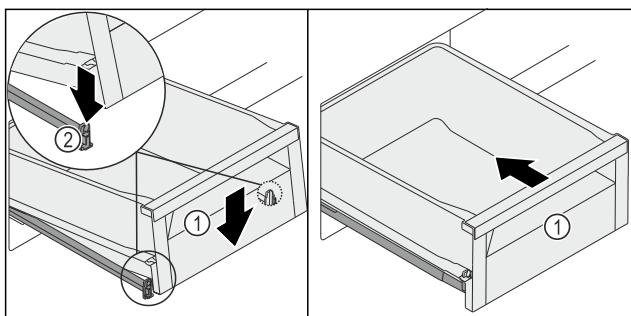

Fig. 125
- Szufladę Fig. 125 (1) opuścić z przodu tak, aby szuflada po stronie lewej i prawej wsunęła się w zacisk Fig. 125 (2).
- Szuflada Fig. 125 (1) zatrząskuje się słyszalnie.
- Wsunąć szufladę Fig. 125 (1).